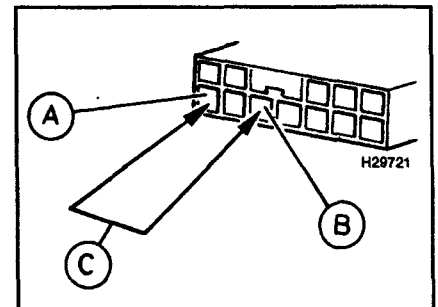

Рис. 14.5. Bosch Motronic: Закоротите перемычкой гнезда А и В диагностического разъема
- 18 Закоротите перемычкой гнезда А и В диагностического разъема (см. рис. 14.5).